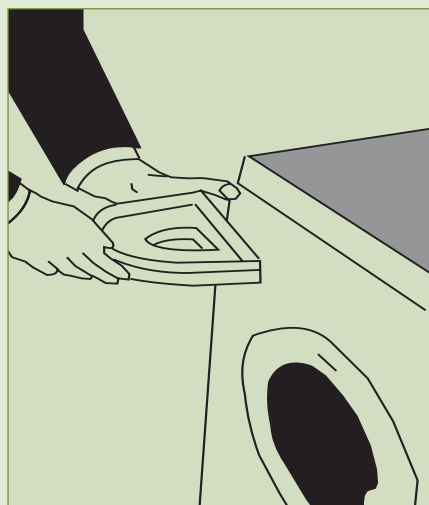

Рис. 15
3. Полностью выдвигают распределитель моющих средств и слегка приподнимают правый край распределителя, чтобы извлечь его из панели управления (рис. 15). Вытягивают распределитель.